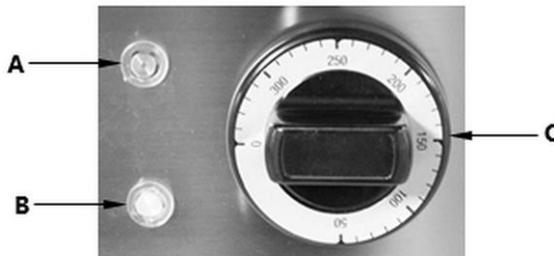

Fig. 4
2. Tourner le régulateur de température (C, fig. 4) pour la zone chauffante correspondante dans le sens des aiguilles d'une montre, pour allumer l'appareil.